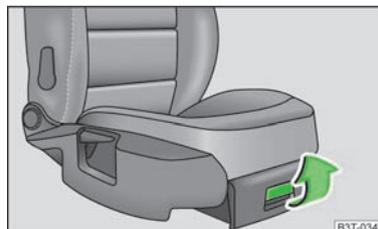

Fig. 95
- Per aprire lo sportello tirare la maniglia » fig. 95.